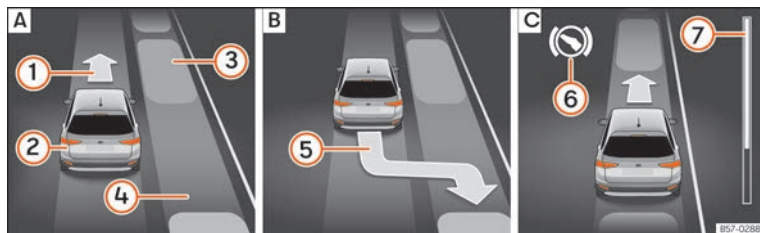
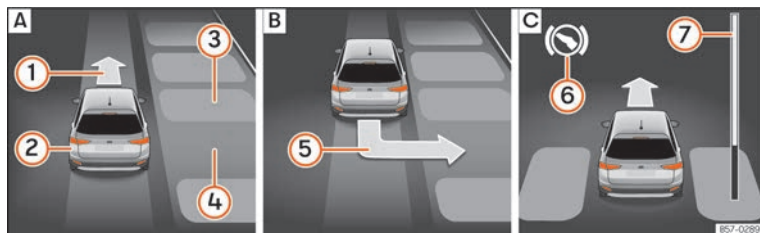

Abb. 251 Am Bildschirm des Kombi-Instruments: parallel zur Fahrbahn einparken. **A** Parklücke suchen. **B** Position zum Einparken. **C** Rangieren.
Abb. 252 Am Bildschirm des Kombi-Instruments: quer zur Fahrbahn einparken. **A** Parklücke suchen. **B** Position zum Einparken. **C** Rangieren.
Legende zu **Abb. 251** und **Abb. 252**:
» **Abb. 251** ⑦ und » **Abb. 252** ⑦ am Bildschirm des Kombi-Instruments zeigt symbolisch die noch zu fahrende relative Fahrstrecke an. Je länger die Distanz ist, desto größer ist der Füllstand des Fortschrittsbalkens. Bei Vorwärtsfahrt nimmt die Füllung des Fort-
2.	Schauen Sie auf der Bildschirmanzeige im Kombi-Instrument, ob die Parklücke als „geeignet“ erkannt wurde und ob die korrekte Position zum Einparken »» Abb. 251 [B] oder »» Abb. 252 [B] erreicht wurde.
6.	ODER: fahren Sie zurück, bis auf dem Bildschirm des Kombi-Instruments die Anzeige für Vorwärtsfahren »» Abb. 251 [C] oder »» Abb. 252 [C] erscheint.
Der Parklenkassistent lenkt das Fahrzeug vorwärts und rückwärts bis es in der Parklücke zentriert ist »» Abb. 251 [C] oder »» Abb. 252 [C] .